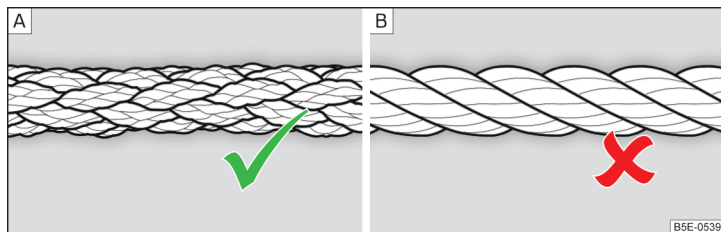

Abb. 245 Geflochtenes Abschleppseil / Gewundenes Abschleppseil
Zum Abschleppen mittels eines Abschleppseils nur ein geflochtenes Kunstfaserseil » Abb. 245 - [A] verwenden » !.
- Zum Abschleppen ist kein gewundenes Abschleppseil zu verwenden » Abb. 245 - [B], die Abschleppöse könnte sich am Fahrzeug herausdrehen - es besteht Unfallgefahr.